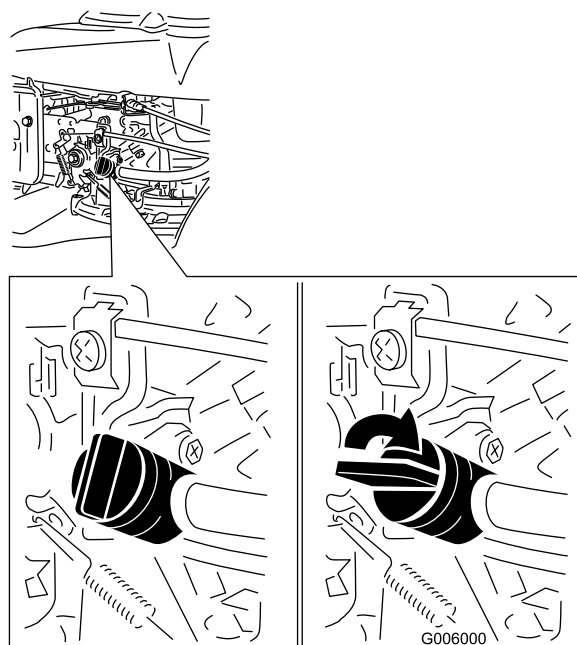

Figura 23
2. Girate la leva della valvola del carburante in posizione On (Figura 23).